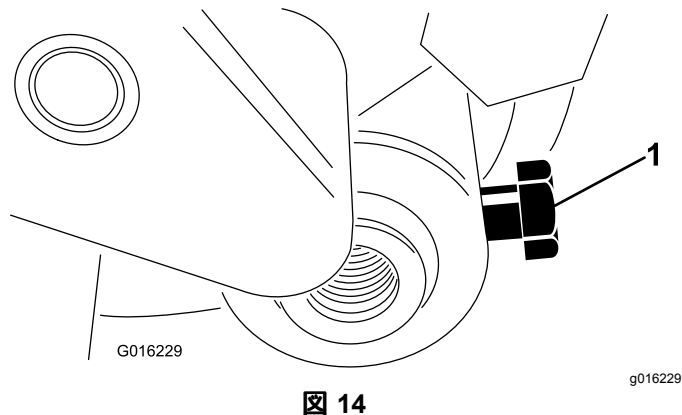

図 14
30. 右側アジャスタームアセンブリにローラシャフトを差し込んでボルトで仮止めする 図 14。
38. 左右のアジャスタアームの中央にローラの位置出しをし、取り付けボルトを締め付ける図 14。